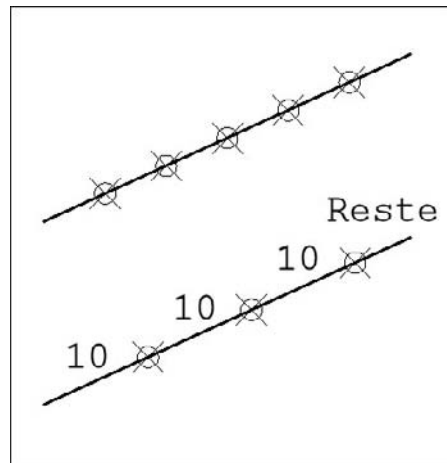

Fig.4.43
- 3 Entrer le nombre de segments souhaités : 6 8. Un point est placé entre chaque segment (fig.4.43).